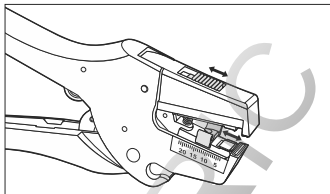

Рисунок 3
- 5.3 Установить с помощью регуляторов усилия и длины зачистки необходимые параметры: усилие механизма снятия оболочки и длину зачистки (рисунок 3).